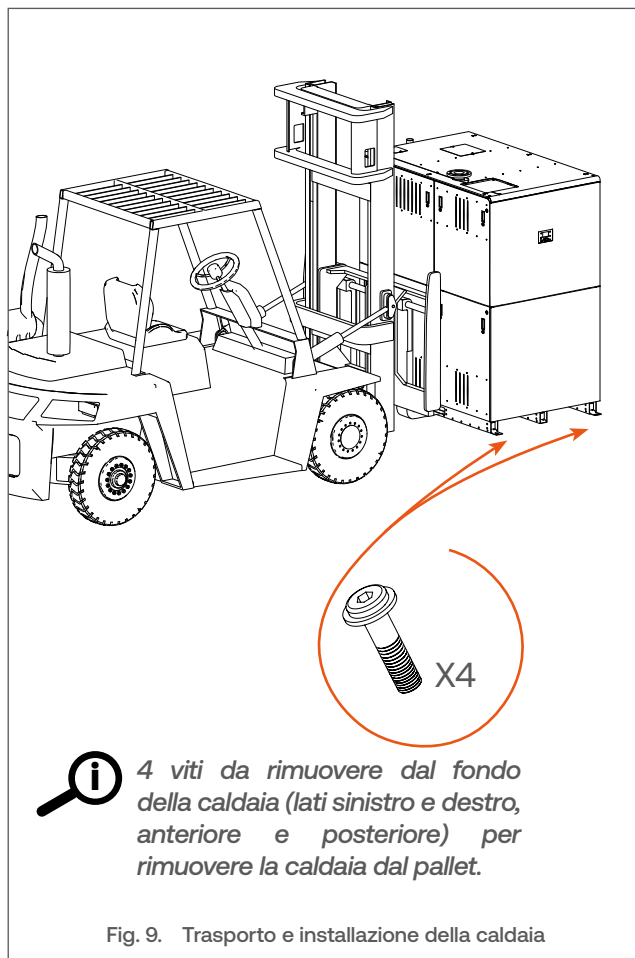

Fig. 9. Trasporto e installazione della caldaia
3. Rimuovere le quattro viti con una chiave a brugola misura 6, (vedere **Fig. 9**) dal fondo della caldaia e dal pallet.
Far scorrere delle forche del carrello sollevatore nei fori per il trasporto, posti a entrambi i lati dell'apparecchio (vedere **Fig. 9**).